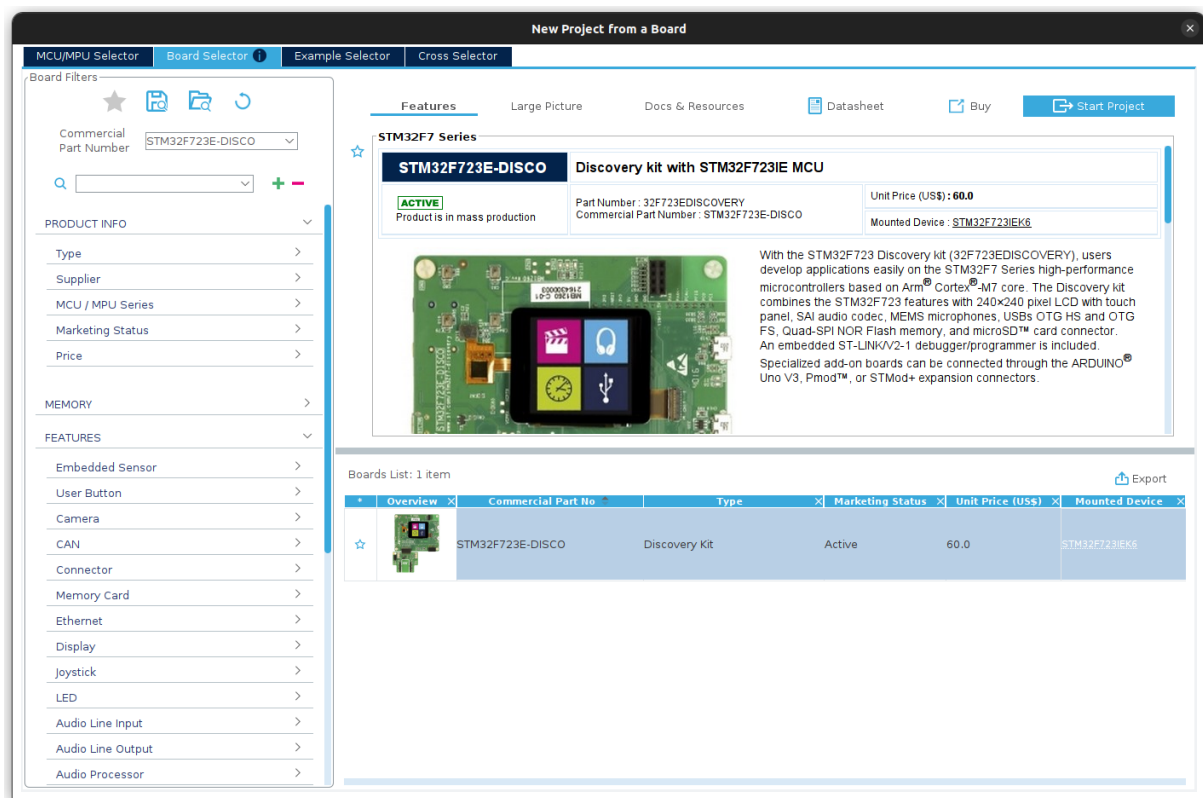

Figura 31: Selector de placas con la STM32F723E-DISCO seleccionada
- **BOARD:** En este caso, partimos de un procesador que ya se encuentra dentro de una placa, y sus pines tienen conexiones concretas establecidas (LEDs, Botones, Pantallas...). En este modo, simplemente deberemos elegir qué funciones activamos, pero no tendremos la dificultad de tener que planificar qué hace cada pin. Utilizaremos este segundo modo eligiendo nuestra placa (723E discovery) (Figura 31).